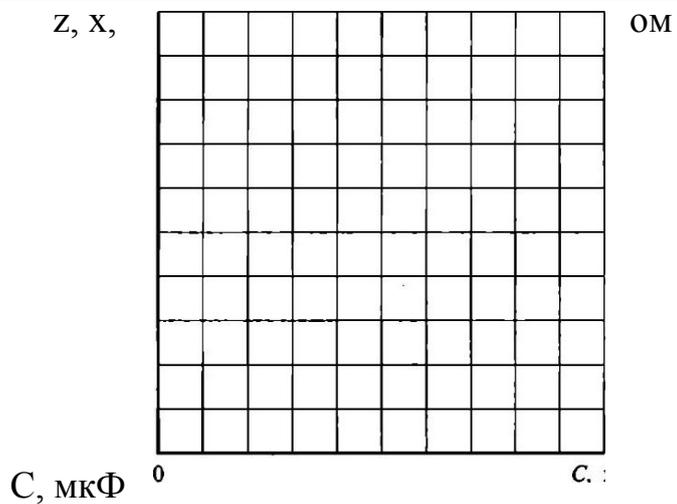

Рис. 5.3. Зависимость полного и реактивных сопротивлений ЭЦ от емкости
6.2. На основании результатов вычислений построить в одной системе координат на рис. 5.3 зависимости  $Z(C)$ ,  $Z_k(C)$  или  $XДС$ ,  $XДС$ .